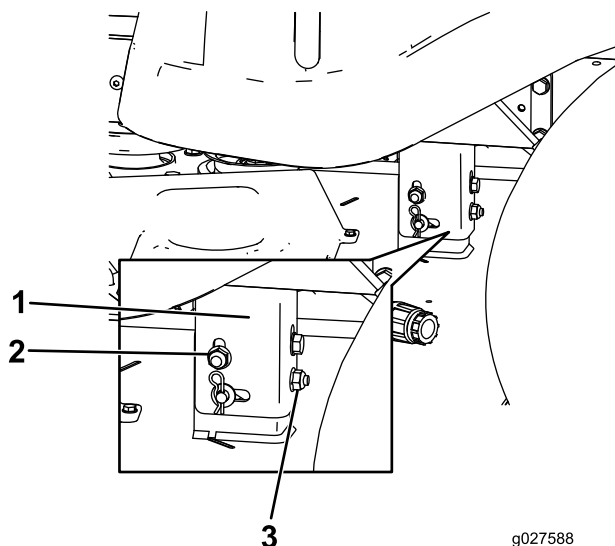

Figure 49
- Élevez ou abaissez le côté gauche du tablier de coupe en tournant l'écrou arrière (Figure 49).